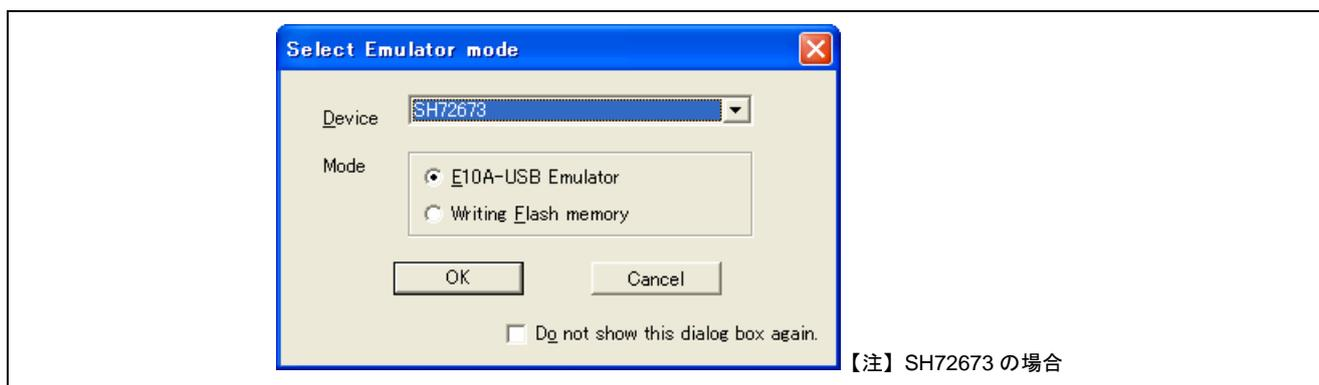

図 6.1 CPU select ダイアログボックス
- (1) PC に接続した E10A-USB エミュレータとユーザシステムを接続します。
- (2) High-performance Embedded Workshop を起動し、ユーザプログラムのワークスペースを開きます。
- (3) 図 6.1に示すCPU selectダイアログボックスが表示されます。